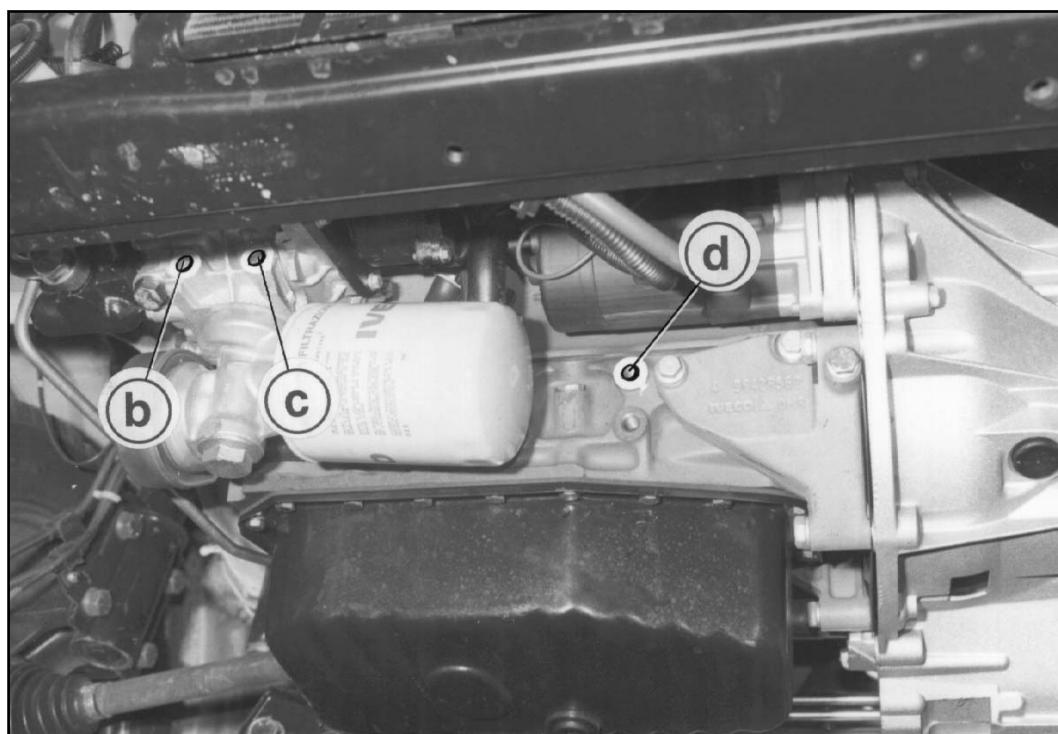

FIG. 6
- I** Fissare la staffa supporto gonnino fornita «2» al blocco motore, in corrispondenza dei fori «e-f» indicati in fig. 6, mediante viti e rondelle fornite. Al punto «f» la staffa va bloccata al motore unitamente al tirante «3». Il tirante «3» va bloccato al compressore, come visibile in figura, mediante vite e rondella fornite.
F Fixer l'étrier de support galoppin fourni «2» au bloc moteur, en correspondance des trous «e-f» indiqués sur la fig. 6, à l'aide des vis et des rondelles fournies. Au niveau du point «f» l'étrier doit être bloqué au moteur avec le tirant «3». Le tirant «3» doit être bloqué au compresseur, comme visible sur la figure, à l'aide de la vis et de la rondelle fournies.
GB Secure the supplied idle pulley support bracket «2» to the engine block at points «e-f» in Fig. 6. Secure with the screws and washers provided. At point «f» the bracket is locked to the engine along with tie-rod «3». Tie-rod «3» is locked to the compressor, see in the figure, with the screw and washer provided.
D Leitrollen-Haltebügel «2» an Motorblock in Übereinstimmung der Bohrungen «e-f» siehe Abb. 6, mit gelieferten Schrauben und U-Scheiben befestigen. Im Punkt «f» ist der Halter an den Motor zusammen mit der Stütze «3» festzuziehen. Stütze «3» ist am Kompressor wie in der Abbildung gezeigt mit gelieferter Schraube und U-Scheibe zu befestigen.
E Fijar la abrazadera soporte directriz abastecida «2» al bloque motor, en correspondencia con los orificios «e-f» indicados en fig. 6, mediante tornillos y arandelas abastecidas. En el punto «f», la abrazadera se bloquea al motor junto al tirante «3». El tirante «3» va bloqueado al compresor, como se ve en la figura, mediante tornillos y arandelas abastecidas.